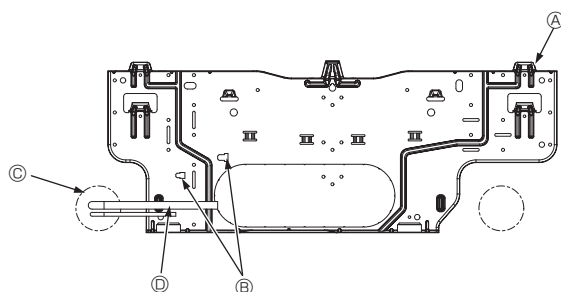

Fig. 3-5
3.3. Вбудовування труб у стіну (Fig. 3-5)